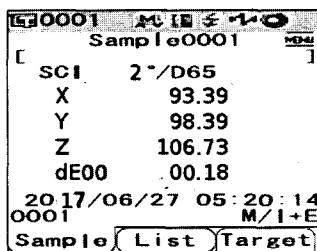

Рисунок 45
8.4.1.3.1 Нажмите кнопку «SAMPLE». Установите спектрофотометры измерительным отверстием на меру из набора отражающих мер координат цвета и координат цветности. Убедитесь в наличии на дисплее значка или в том, что светится индикатор готовности, после чего нажмите кнопку начала измерения. Будут наблюдаться вспышки лампы, означающие выполнение процедуры измерения, после чего на дисплее появится результат (рисунок 45). Номера данных измерений присваиваются автоматически и идут по порядку по мере выполнения измерений.